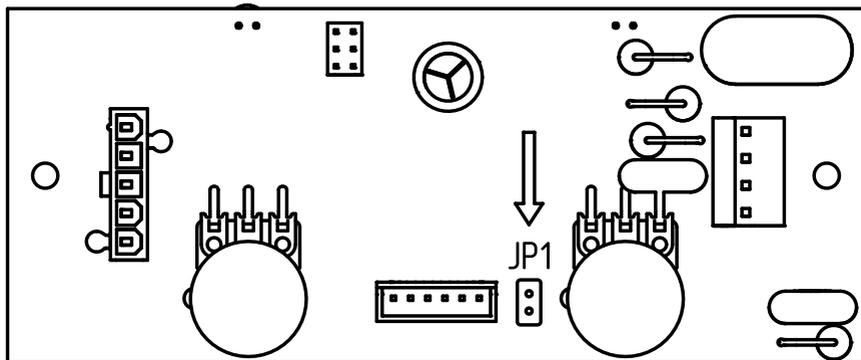

Рис.3. Плата ПУ.
- Замкнуть выводы переключки JP1 (Рис.3) на плате управления и включить электропитание.